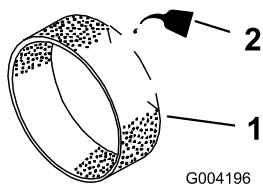

Рисунок 41
3. Вылейте 3–6 мл масла на фильтр предварительной очистки (Рисунок 41).